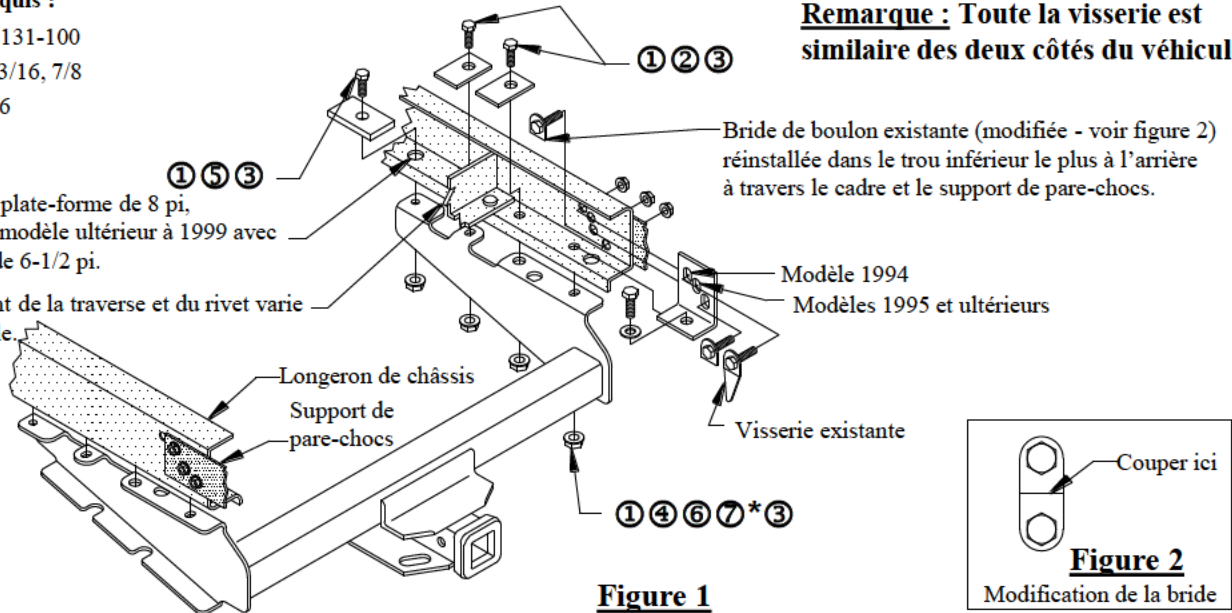

Figure 1
5. Insérer un boulon hexagonal (article 1) et une rondelle plate trempée (article 4) dans les premiers trous de fixation de chaque longeron de châssis, comme illustré à la figure 1.
6. Insérer un boulon hexagonal (article 1) et un espaceur (article 5) dans les trous de fixation avant de chaque longeron de châssis, comme illustré à la figure 1.
7. Soulever l'attelage en position et fixer sans trop serrer les attaches aux boulons, comme illustré à la figure 1.
8. Centrer l'attelage et installer la visserie restante comme illustré à la figure 1.